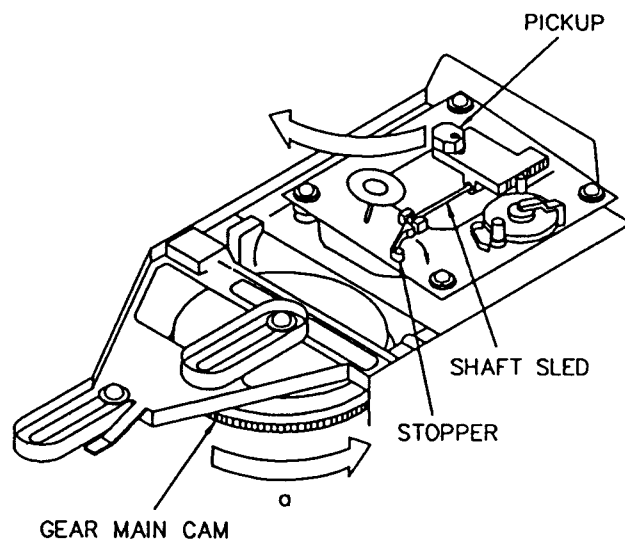

Figure 1
- 2) GEAR MAIN CAMを反時計方向 ("a" の方向) に回し、figure 1のようにCD効を持ち上げる。
- 5) CD効をfigure 1のように上げて、SHAFT SLEDを取り付ける。
- 2) Turn GEAR MAIN CAM to the counterclockwise (arrow "a") direction, and lift up CD mechanism. (figure 1)
- 5) Lift up CD mechanism (figure 1), and Reassemble the SHAFT SLED.